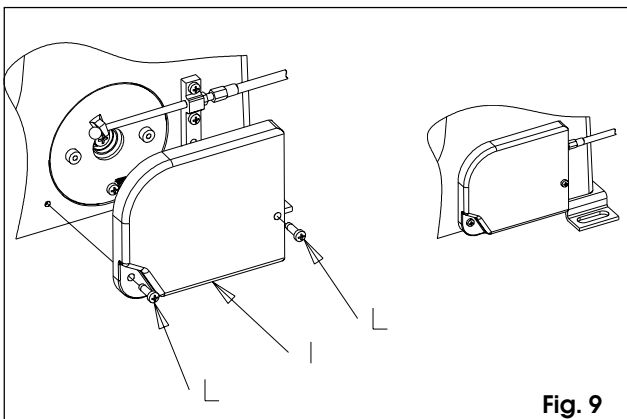

Fig. 9
- 9) Posizionare il carter manopola **I** al corpo riduttore con le viti **L**, Fig.9.
- 9) Position the knob housing **I** on the body of the gearmotor with screws **L**, Fig.9.
- 9) Positionner le carter du bouton I sur le corps du réducteur avec les vis L, Fig.9
- 9) Coloque el cárter empuñadura I en el cuerpo reductor con los tornillos L, Fig.9.
- 9) Das Gehäuse des Griffs I am Körper des Getriebes mit Hilfe der Schrauben L befestigen, Abb. 9.